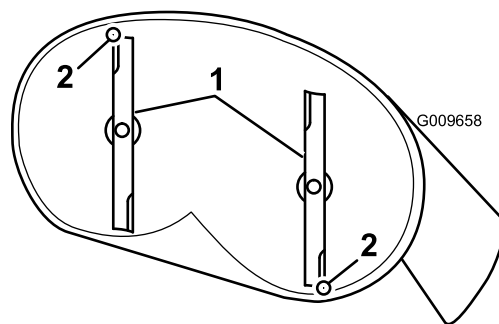

Figure 54
4. Faites pivoter les lames avec précaution pour faire passer les pointes avant à l'arrière (Figure 54).
5. Mesurez la distance entre la pointe de la lame avant et la pointe de la lame arrière par rapport à la surface plane (Figure 54). Si la pointe avant de la lame n'est pas de 1,6 à 7,9 mm (1/16 à 5/16 po) plus basse que la pointe arrière, réglez le contre-écrou avant.
8. Une fois le réglage effectué, vérifiez à nouveau l'inclinaison avant/arrière des lames. Poursuivez le réglage de l'écrou jusqu'à ce que la pointe avant de lame soit de 1,6 à 7,9 mm (1/16 à 5/16 po) plus basse que la pointe arrière (Figure 54).